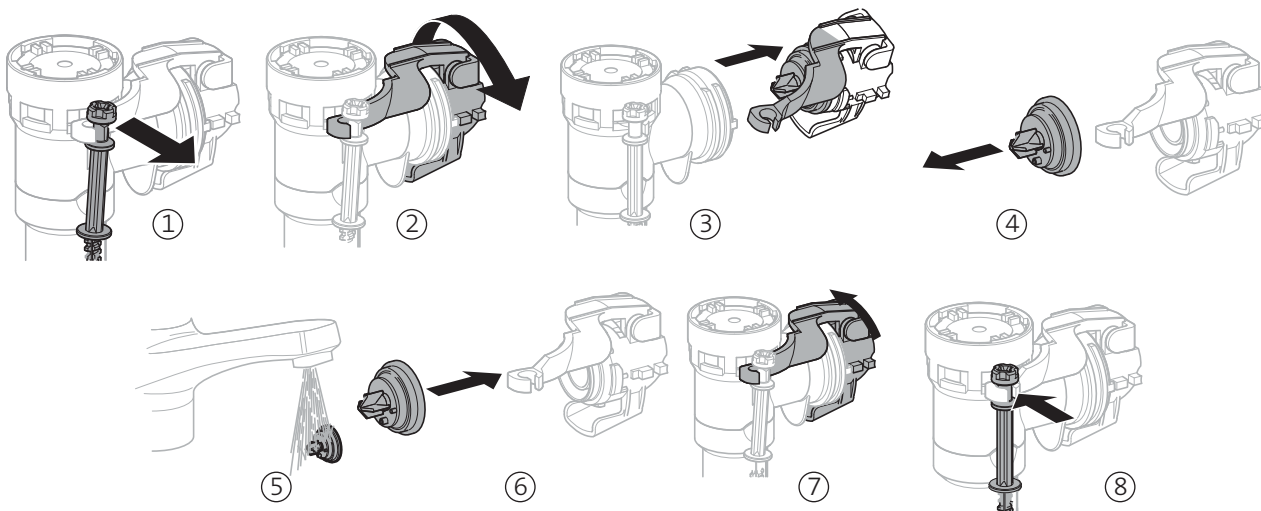

Рис. 14.
**Мероприятие:** клапан набора воды и прочистите его (рис. 14, 1-8).
**Мероприятие:** Проведите обслуживание клапана набора воды. Снимите клапан набора воды и прочистите его (рис. 14, 1-8).